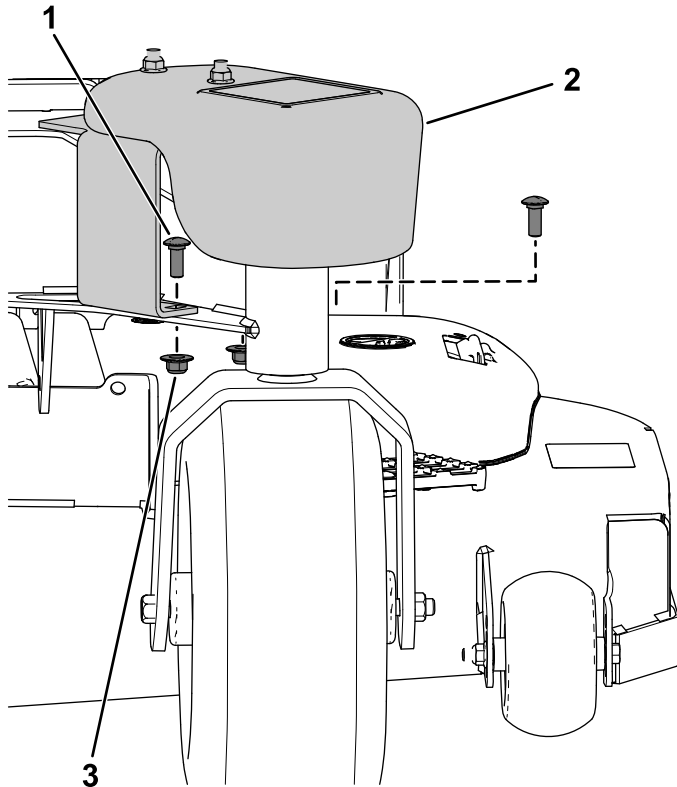

Bild 6
1. Befestigen Sie den Ballast mit zwei Schlossschrauben ($\frac{3}{8}$ " x 1") und zwei Bundmuttern ($\frac{3}{8}$ " am Laufradarm, wie in Bild 6 dargestellt.